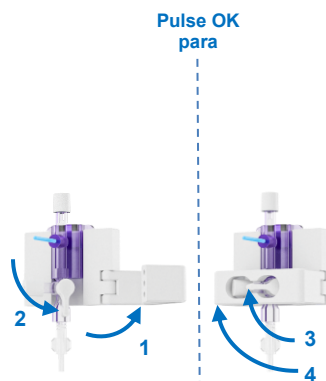

Figura 23 Puesta a cero del sensor de presión
- Abra el soporte del portasensor de presión para acceder a la válvula del sensor de presión (véase la Figura 23; paso 1). Tal y como se indica en la pantalla, gire la válvula del sensor de presión hacia abajo para abrir el sensor y medir la presión atmosférica (paso 2).
- Vuelva a colocar la válvula del sensor de presión en posición horizontal (véase la Figura 23; paso 3) y cierre el soporte del portasensor de presión para proteger la válvula de una apertura involuntaria (paso 4). Pulse OK en la Unidad de bombeo para continuar.
- En el caso de que el Kidney Assist no pueda determinar si el sensor de presión está correctamente conectado al circuito de perfusión, compruebe si la posición de la válvula del sensor de presión está en posición horizontal (Figura 23, paso 3). Pulse OK si la válvula del sensor de presión está en posición horizontal.